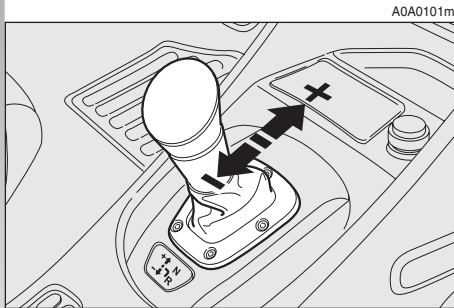

fig. 131
– para aumentar de marcha (+) (**fig. 131**) empuje “hacia delante” la palanca (si el coche está en primera pasa a la se-
– para disminuir las marchas (–) (**fig. 131**) empuje “hacia atrás” la palanca (si el coche está en quinta pasa a la cuarta, si está en cuarta pasa a la tercera y así sucesivamente hasta la primera).